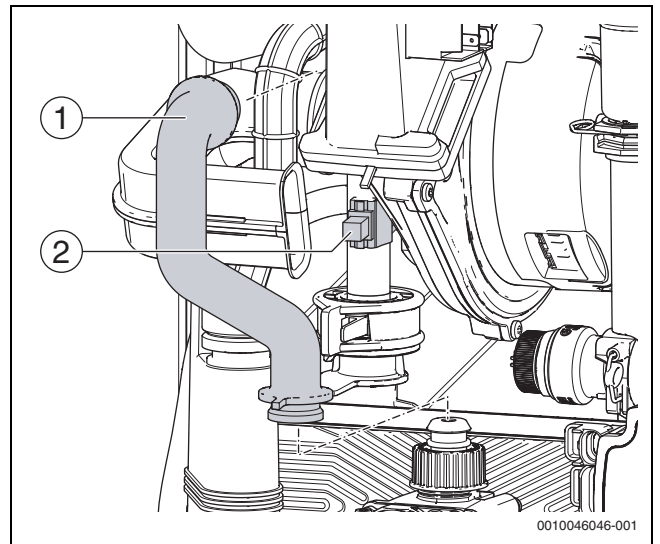

Fig. 131 Sustituir NTC en el tubo de retorno
- ▶ Ubicar el nuevo NTC en la superficie plana del tubo de impulsión (cerca de la entrada del intercambiador de calor) (→ fig. 131) (posición → capítulo 13.11, página 41).